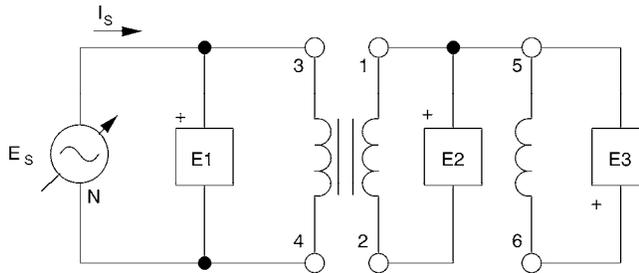

Figura 7-8. Arrollamientos de transformadores conectados en serie.
- Monte el circuito del transformador de la figura 7-8 y conecte el terminal 1 con el 5, como se muestra. Note que en este circuito, la entrada de la fuente está conectada al arrollamiento 3-4.